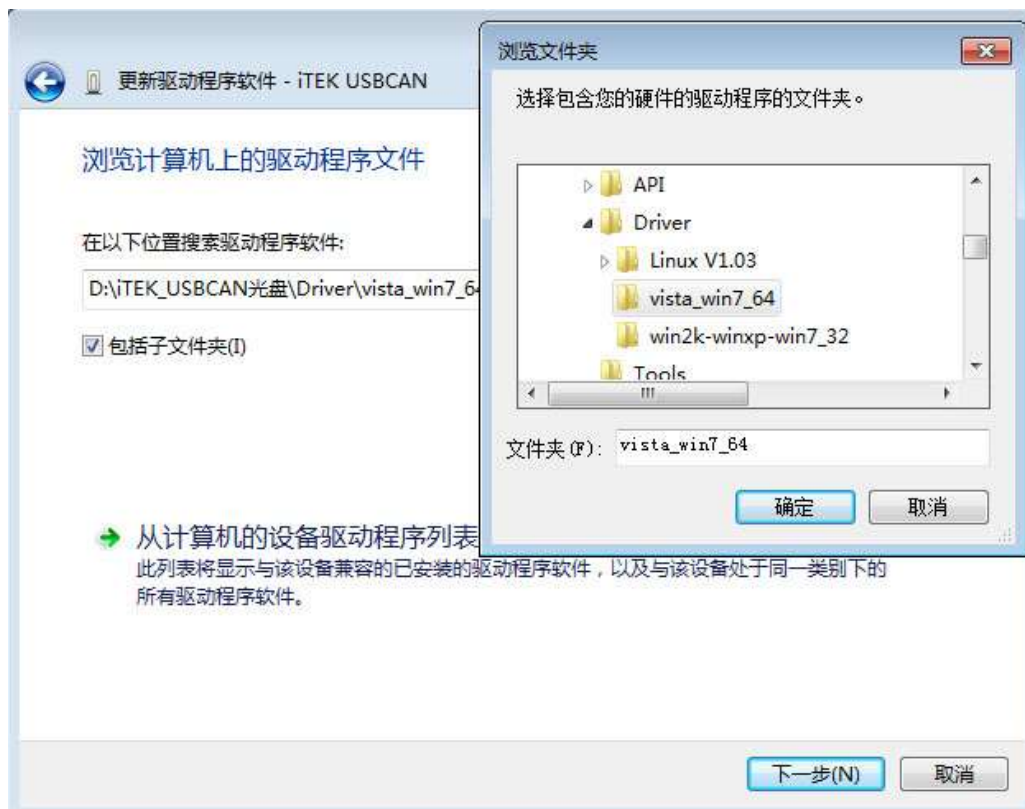

图 3-4 驱动文件路径选择窗口
3) 在图 3-1 窗口选择<浏览计算机已查找驱动程序软件>, 将弹出图 3-4, 并将驱动程序路径指向驱动文件所在的文件夹;
4) 在图 3-4 窗口点击<确定>按钮, 系统会弹出数字证书安全提示如图 3-5, 选择<始终安装此驱动程序软件>, 会弹出驱动正在安装界面, 如图 3-6 所示。安装完毕后系统会提示驱动安装成功, 如图 3-5 所示;